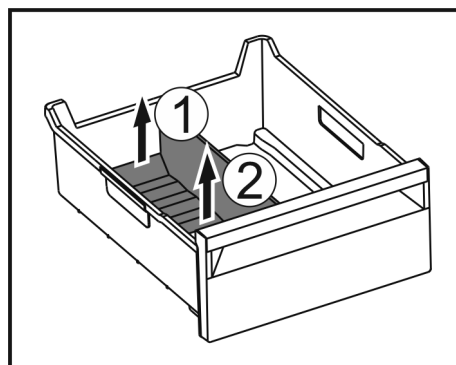

Fig. 126
- ▶ Podignite stražnji dio pregrade ladice za led. Fig. 126 (1)
- ▶ Izvadite pregradu ladice za led prema gore. Fig. 126 (2)